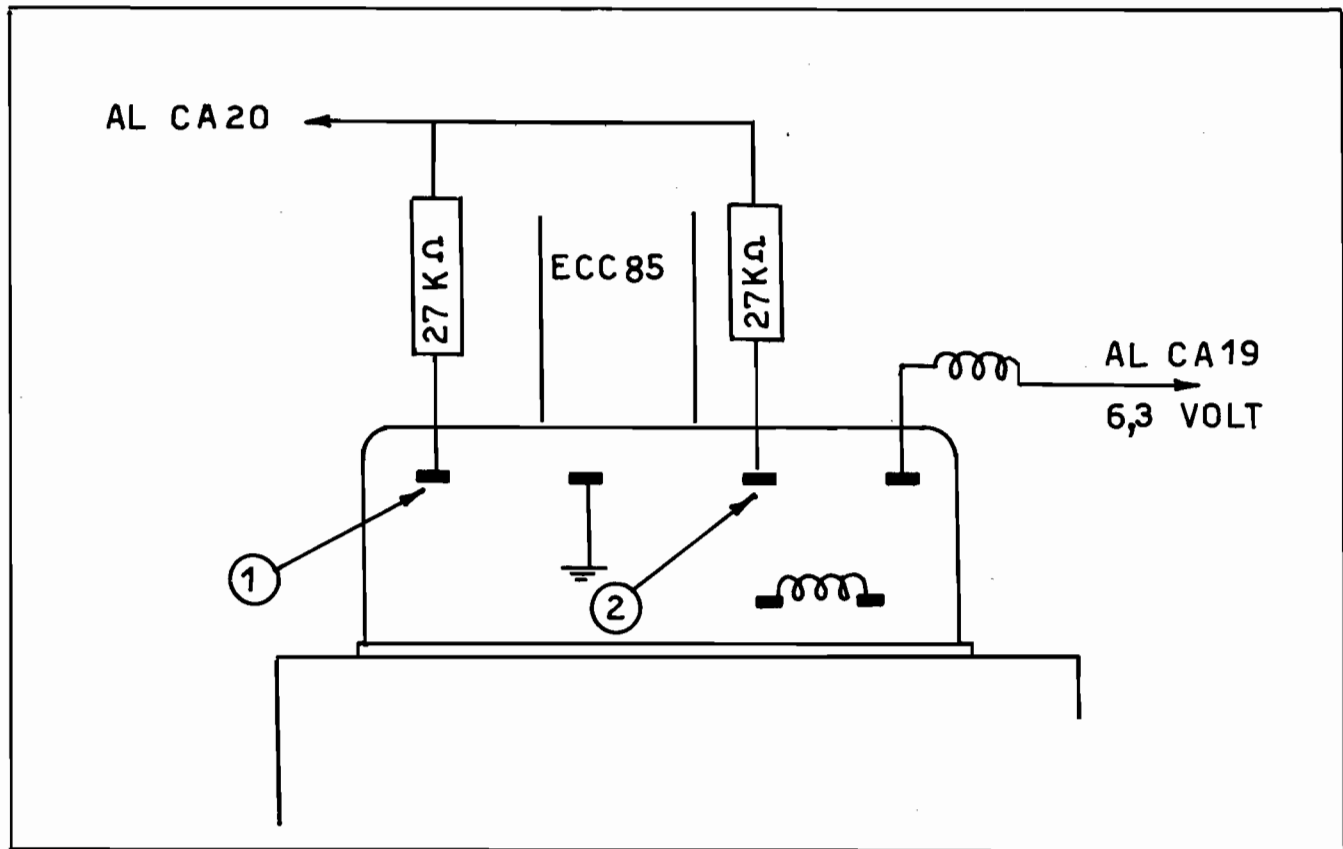

Fig. 1
- positivo sul contatto 2 - gruppo MF = volt 115 (vedere fig.1).